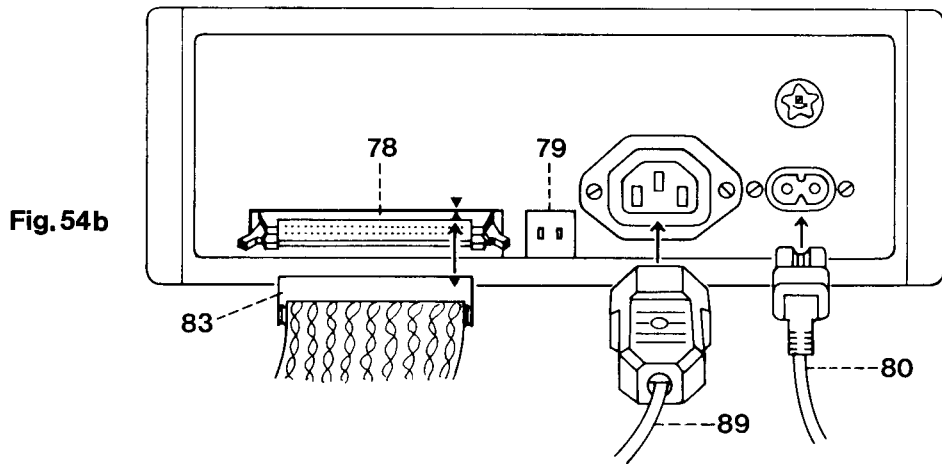

Fig. 54b
- Den zweiten Breitbandstecker 83, **Pfeil auf Pfeil**, in den Anschluß 78 an der Rückseite des Testgerätes stecken und die Verschußhebel einrasten (siehe Abb. 54b).
- Das Verbindungskabel 89 am Testgerät und an der Maschine anschließen (siehe Abb. 54b und 54c).
- Plug the second extra-wide plug 83 (arrow on arrow) into receptacle 98 on the back of the test computer and lock the locking levers in position (Fig. 54b).
- Connect cord 89 both to the test computer and the sewing machine (Figs. 54b and 54c).
- Brancher le second connecteur 83, **flèche sur flèche**, dans le raccord 78 au verso du testeur et enclencher les verrous (fig. 54b).
- Brancher le câble 89 dans le testeur et dans la machine (voir fig. 54b et 54c).